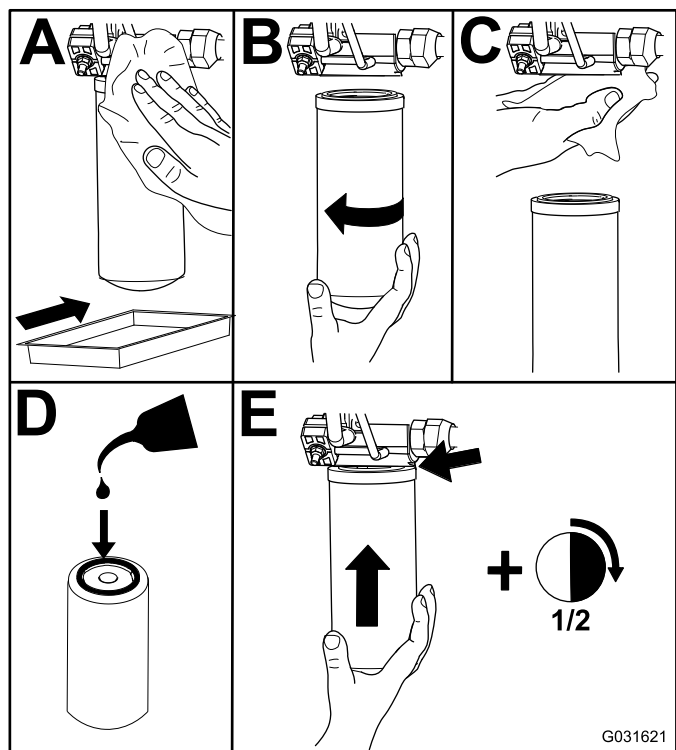

Figura 69
2. Sustituya el filtro hidráulico de carga en el compartimento de elevación hidráulico, tal y como se muestra en la Figura 69.
4. Sustituya el filtro de retorno a la derecha de la máquina (Figura 69).